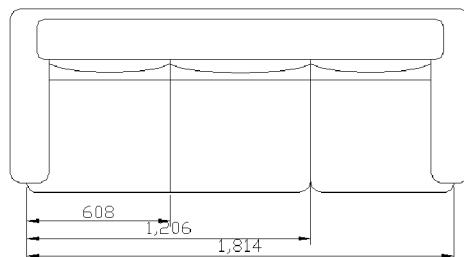

图 3.34 标注基线尺寸
- (2) 选择“标注”→“基线”命令,在绘图区指定第二个尺寸界线的起始点,然后分别标注其他图形的长度和宽度,如图 3.34 所示。